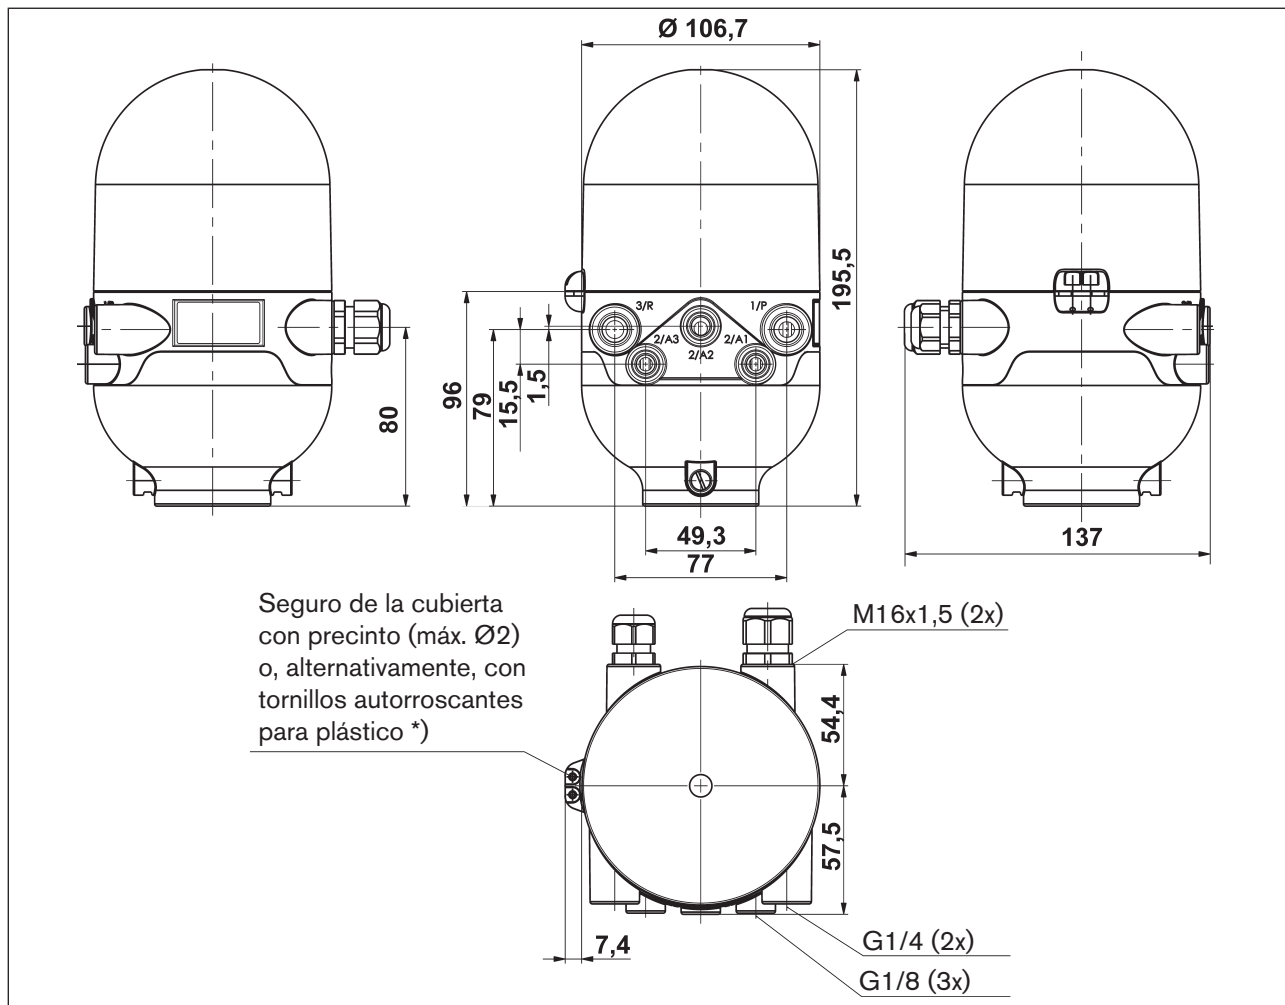

Ilustración 4: Plano de cotas (para variantes con 1 a 3 válvulas magnéticas)
*) Véase la observación de "Ilustración 4"